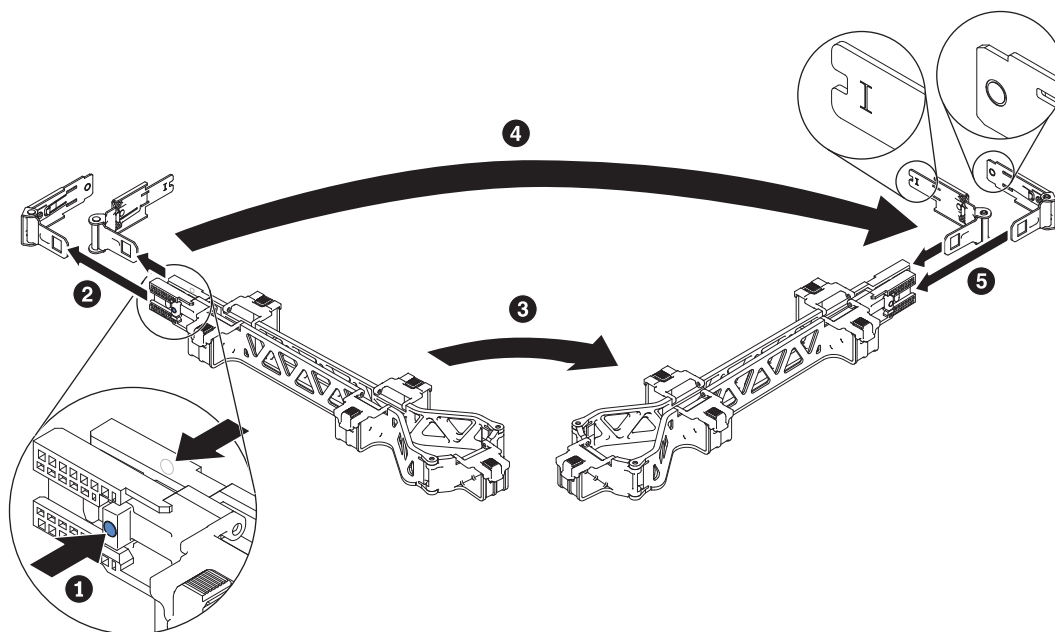

図 36. ケーブル・マネジメント・アームの反対側への取り付け
10. オプション: 52 ページの図 36 に示すように、ケーブル・マネジメント・アームを反対側に取り付けることができます。